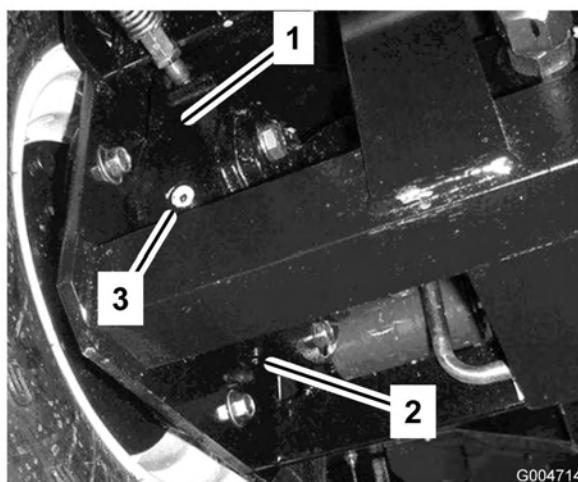

Figure 59
4. Placez un bac de vidange sous le carter de frein de l'autre côté de la roue (Figure 59).